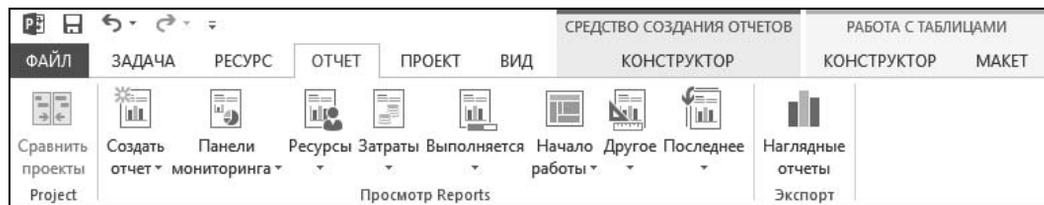
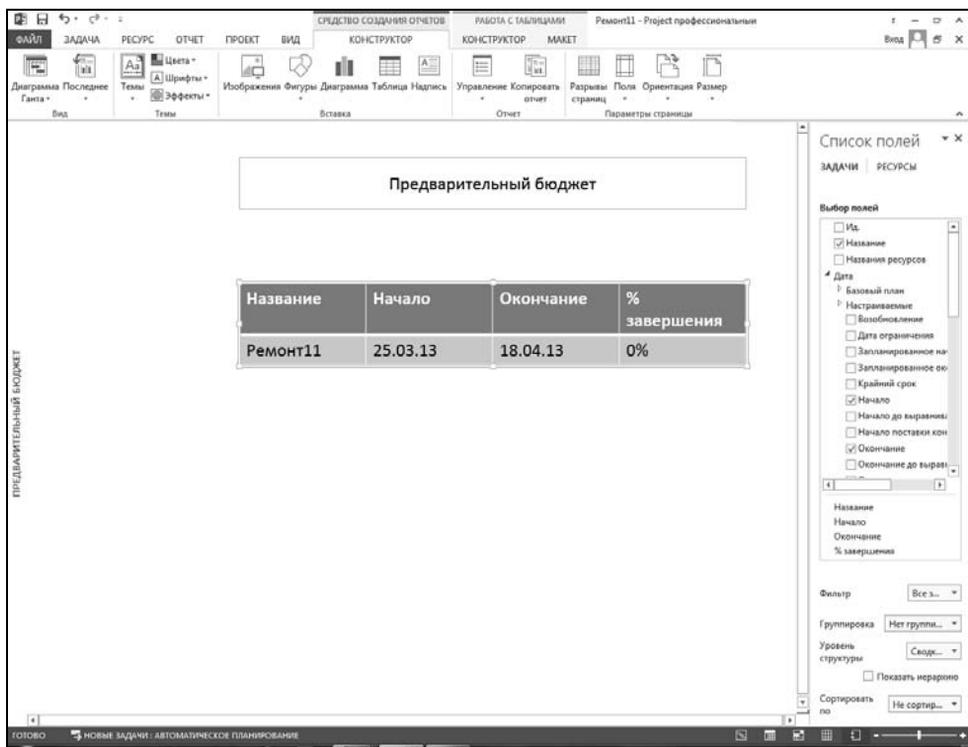

Рис. 6.10. Меню команды ленты меню **Отчет**
Рис. 6.16. Окно нового отчета
Для управления печатью отчетов в MS Project 2013 в ленте меню предусмотрена команда **Отчет**. Ее выбор открывает меню, показанное на рис. 6.10.
4. Затем откроется окно нового отчета (рис. 6.16). Показанное на предыдущем рисунке окно позволяет пользователю сформировать отчет с разнообразными показателями. Для этого следует использовать расположенные справа от таблицы управляющие элементы.
2. Выбрать команду ленты меню **Отчет**, в области **Просмотр Reports** щелкнуть по кнопке **Создать отчет** (это самая левая кнопка в области **Просмотр Reports**, показанной на рис. 6.10) и в открывшемся меню выбрать строку **Таблица**. Ввести в ответ на запрос имя нового отчета **Недельный план** и нажать для продолжения кнопку **ОК**. Откроется показанное на рис. 6.16 окно.